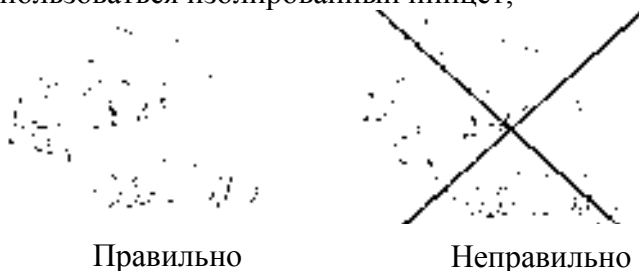

Рисунок 10.1 – Установка батареи.
- батарея не должна быть удерживаться за грани (рисунок 10.1). Для удаления батареи может использоваться изолированный пинцет;